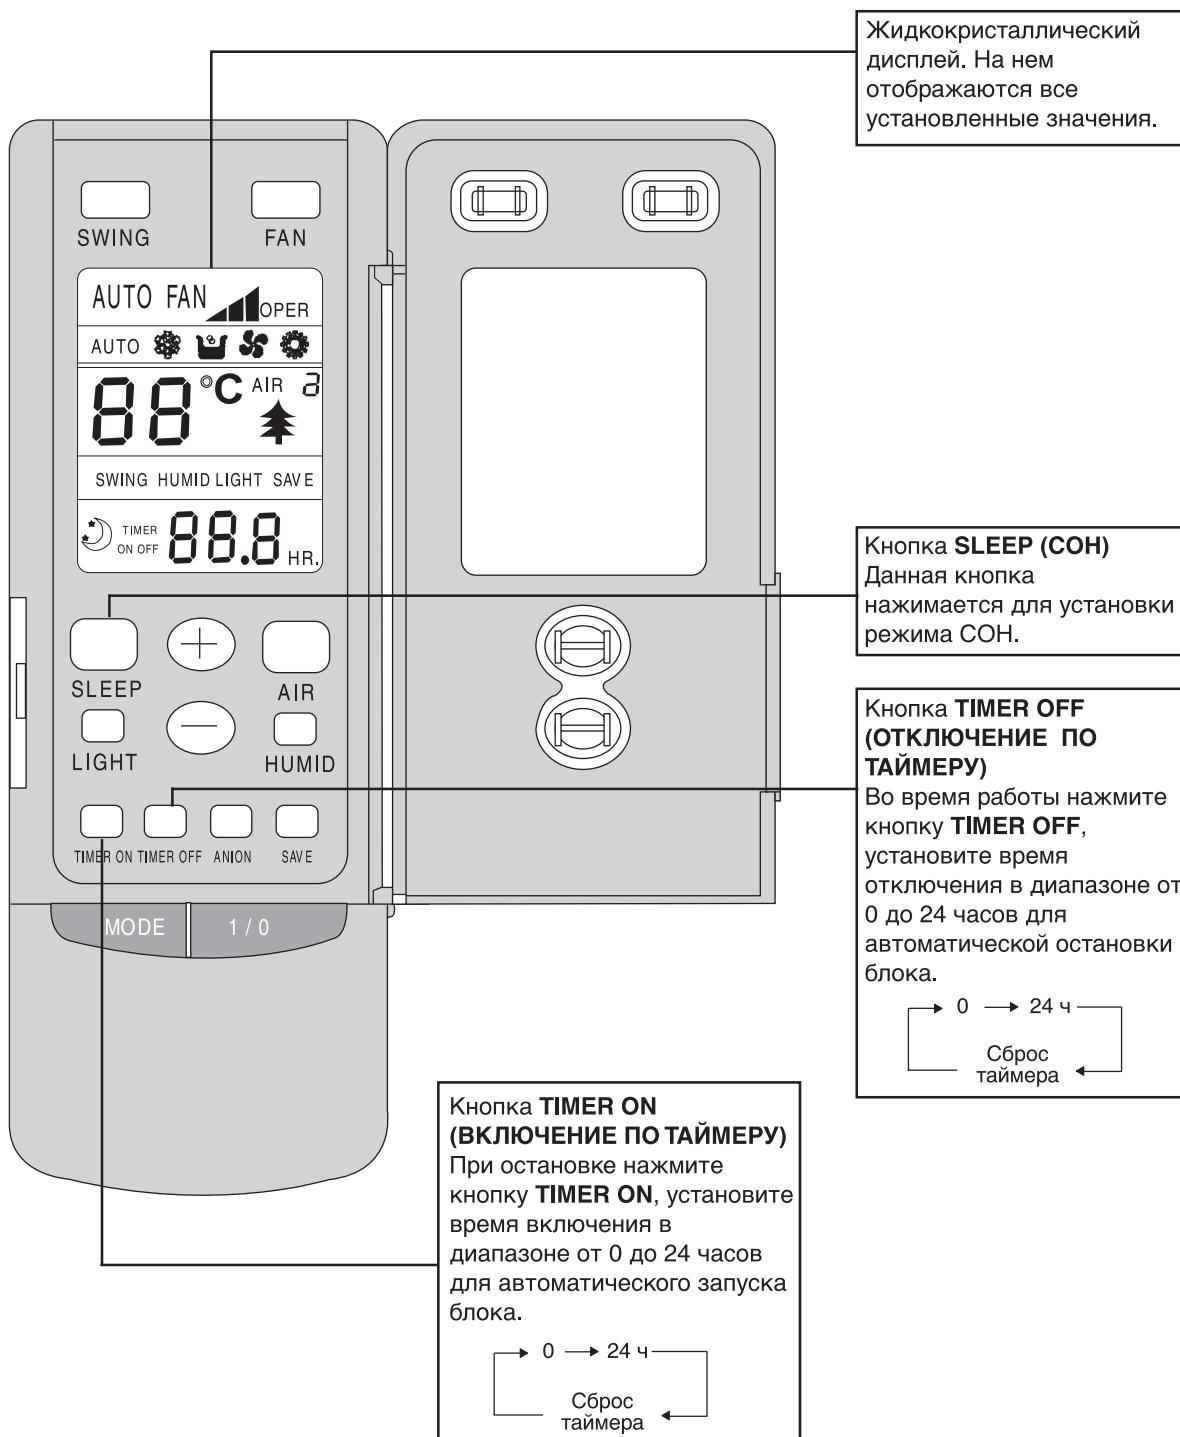

Рис. 7.6.1
b) Пульт дистанционного управления (Откройте крышку)(рис. 7.6.1).